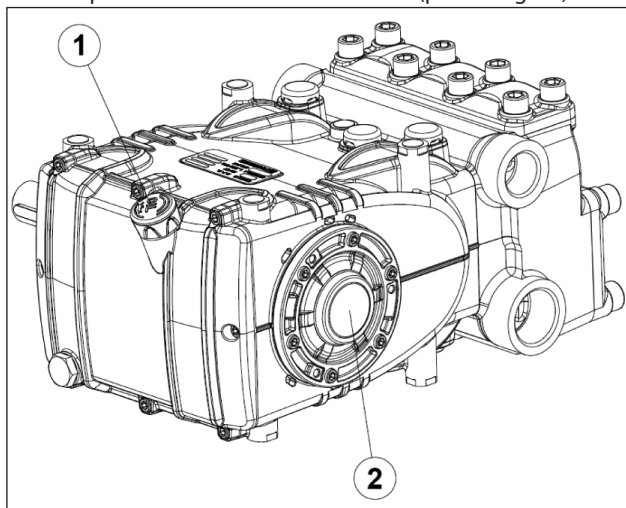

Fig. 14
5. O óleo no carter da bomba esteja no nível, verificando-o com a vareta adequada (pos. ① Fig. 14) e, excepcionalmente com a luz do nível (pos. ② Fig. 14).